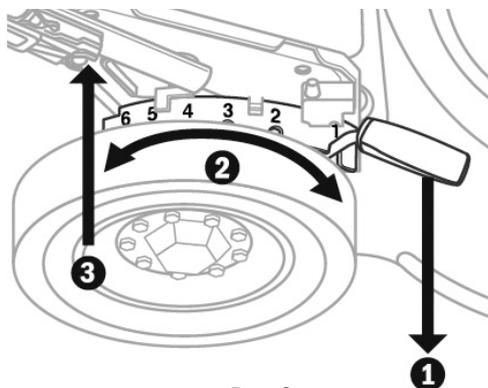

Рис. 9
2. Для изменения высоты кошения отожмите рычаг регулировки высоты в сторону колеса (1) (Рис. 9).
3. Сдвиньте рычаг вверх или вниз до желаемого положения (2) (Рис. 9), а затем отпустите рычаг, чтобы зафиксировать его в выбранном положении.